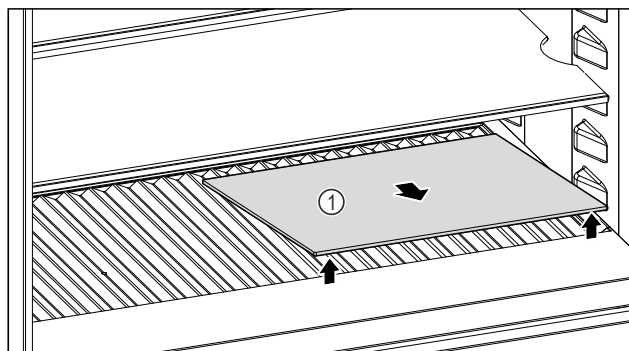

Fig. 206
- Podignite staklenу ploču Fig. 206 (1) na otvoru sprijeda i izvadite je.
- Čuvajte staklenу ploču Fig. 206 (1) na sigurnom izvan uređaja.